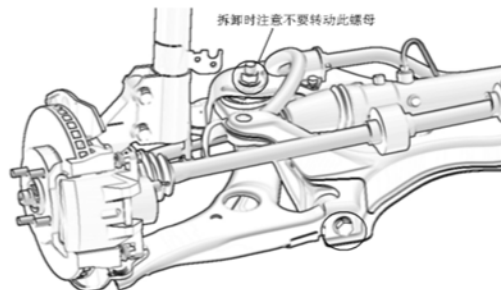

图 8.5-9
- (3) 拆下 2 个螺栓和螺母，拆下前悬下摆臂总成，如图 8.5-9 所示。注意不要转动螺母，螺母为锁紧螺母，转动螺母会使其损坏。